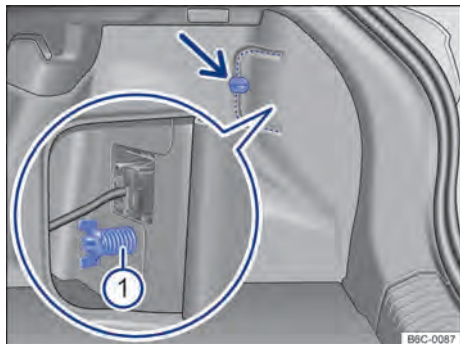
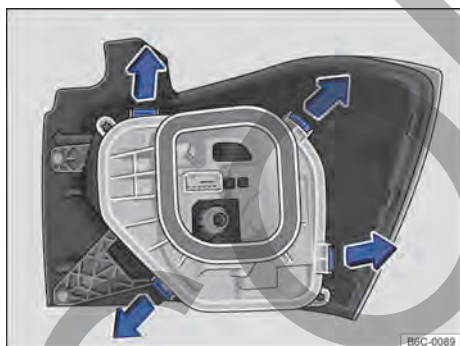

Fig. 185 En el maletero: desmontar la cubierta y retirar el tornillo mariposa ① (fragmento ampliado).
Fig. 186 Linterna trasera: desmontar el portalámparas.
- ① Observar la lista de control y ejecutar las acciones → pág. 243.
- ② Abrir la tapa trasera → pág. 76.
- ③ Para abrir la cubierta de la luz, girar la traba → fig. 185 (flecha).
- ④ Abrir la cubierta junto con la traba hacia el costado.
- ⑤ Aflojar el tornillo mariposa ① (fragmento ampliado) y retirarlo, sosteniendo, al mismo tiempo, la linterna trasera.
- ⑥ Tirar con cuidado de la linterna trasera hacia afuera, para desengancharla de la carrocería → ①.
- ⑦ Desenganchar el conector de alimentación de las lámparas de la linterna, para remover totalmente la linterna.
- ⑧ Colocar la linterna trasera sobre una superficie limpia y lisa.
- ⑨ Para desbloquear el soporte de las lámparas, presionar cada lengüeta de bloqueo → fig. 186 en el sentido de las flechas.
- ⑩ Desmonte el portalámparas con cuidado.
- ⑪ Para retirar las bombillas quemadas presione la bombilla contra el alojamiento y gírela en sentido antihorario.
- ⑫ Cambiar la bombilla quemada por una bombilla nueva del mismo modelo.
- ⑬ Para insertar las lámparas nuevas en el portalámparas, introduzca la nueva lámpara en el alojamiento correspondiente. Presione la bombilla y gírela en sentido horario hasta el tope.
- ⑭ Cerciorarse de que las lámparas estén correctamente fijadas en el soporte.
- ⑮ Instalar el soporte de las lámparas en la linterna trasera. Las lengüetas de bloqueo → fig. 186 deben encajar de forma audible.
- ⑯ Colocar el conector de alimentación en la luz.
- ⑰ Encajar la linterna trasera cuidadosamente en el alojamiento de la carrocería.
- ⑱ Sostener la luz trasera en la posición de montaje con una de las manos y atornillar con la otra el tornillo mariposa → fig. 185 ①.
- ⑲ Volver a colocar la cubierta de la linterna en su posición y girar la traba para cerrar.
- ⑳ Cerrar la tapa trasera → pág. 76.